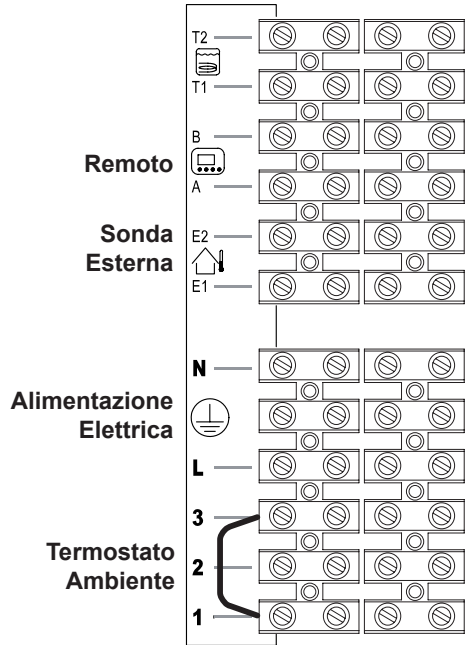
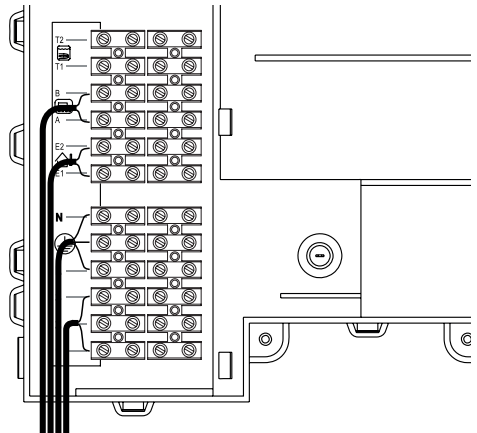

Figura 5.19
Figura 5.20
- Collegare il cavo di alimentazione elettrica proveniente dall'interruttore onnipolare alla morsettiera di alimentazione elettrica della caldaia Figura 5.19 rispettando la corrispondenza della linea (filo marrone) e del neutro (filo azzurro).
Il percorso del cavo o dei fili di alimentazione elettrica della caldaia e del termostato ambiente devono seguire il percorso indicato in Figura 5.20.
Per il collegamento di un termostato ambiente servirsi dei morsetti indicati in Figura 5.19.
Per il collegamento di valvole di zona servirsi dei morsetti termostato ambiente indicati in Figura 5.19 e Figura 5.20. I conduttori elettrici dei contatti del micro della valvola di zona vanno inseriti nei i morsetti "1 e 3" della morsettiera termostato ambiente come in Figura 5.20.